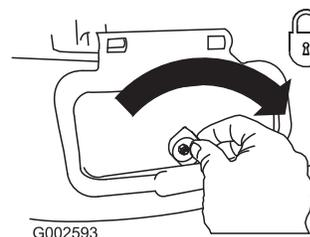

Figuur 35
2. Zet het deurtje van de zijafvoer open (Figuur 35).